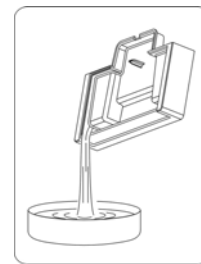

Рис. 10
Когато подносът за оттичане (8) се напълни с вода, червеният показател на напълването му (9) ще се вдигне над решетка за оттичане (7). Извадете от експреса комплект на подноса за оттичане (8) с решетката (7) и излейте вода (Рис. 10). Поместете комплекта обратно в експреса.